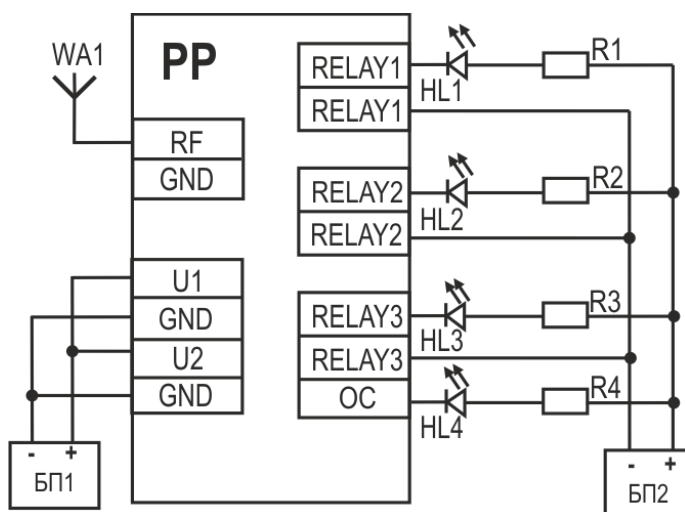

Рисунок 7. Схема проверки РР Астра-РИ-М
1. Подключить **РР** согласно схеме проверки (см. рис. 7).
7. Проверить работу реле и выхода «открытый коллектор» в соответствии с установленными режимами работы по индикации подключенных светодиодов (см. рис. 7).